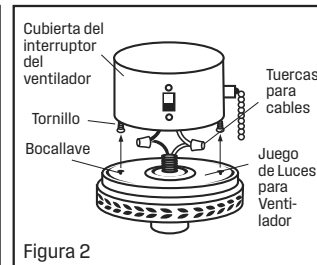
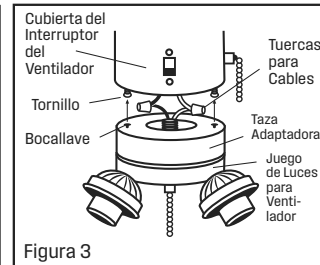

Figura 2
Figura 3
- Conecte estos cables al juego de luces usando los conectores de cable (Vea la figura 2 ó 3). Blanco (gris) a blanco y azul (rojo) a negro.
- Meta cuidadosamente todos los cables nuevamente dentro del alojamiento del ventilador. Instale el juego de luces alineando las ranuras de bocallave con los dos tonillos anteriormente atornillados sólo hasta la mitad en el alojamiento del interruptor (Consulte la figura 2 para juegos de luces de una sola lámpara y la figura 3 para juegos de luces de 3 lámparas). Empuje de manera que los tornillos pasen a través de las ranuras de las bocallaves y gire de manera que se fijen en el extremo más angosto de las ranuras. Apriete de manera segura los tornillos para evitar que se suelte el juego de luces a causa de las vibraciones.